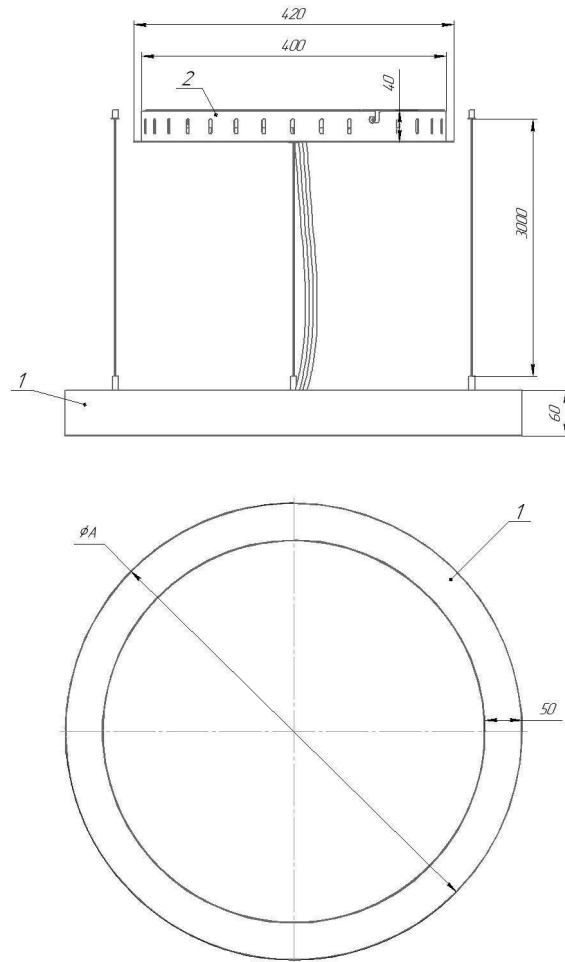

Рисунок 1 - Светильники серии ДСО33 Horizon Ring
5.19 Снимите защитную пленку с корпуса поз.1 (рисунок 1).